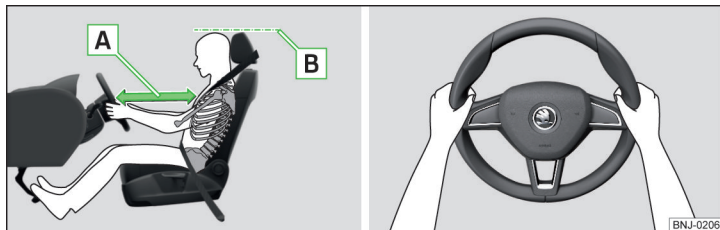

Fig. 2 Poziția corectă a scaunului șoferului/Poziția corectă la volan
- ✓ Reglați volanul în așa fel, încât distanța dintre volan și torace să fie de cel puțin 25 cm » fig. 2 - A.
- ✓ Reglați tetiera, astfel încât marginea superioară a tetierei să se afle, pe cât posibil, la aceeași înălțime cu partea superioară a capului dumneavoastră (nu este valabil pentru scaunele cu tetieră integrată) » fig. 2 - B.
- În timpul mersului volanul trebuie ținut cu ambele mâini, de partea exterioră laterală, în poziția „orei 9” și „orei 3” » fig. 2. Nu țineți niciodată volanul în poziția „ora 12” sau în altă poziție (de exemplu de centrul volanului, de marginea interioară etc.). În caz contrar, în cazul declanșării airbagurilor, se poate provoca accidentarea gravă a mâinilor, brațelor și a capului.
- ✓ Reglați tetiera, astfel încât marginea superioară a tetierei să se afle, pe cât posibil, la aceeași înălțime cu partea superioară a capului dumneavoastră » fig. 2 la pagina 11 - .
- ✓ Reglați tetierele, astfel încât marginea superioară a tetierelor să se afle, pe cât posibil, la aceeași înălțime cu partea superioară a capului dumneavoastră » fig. 2 la pagina 11 - .